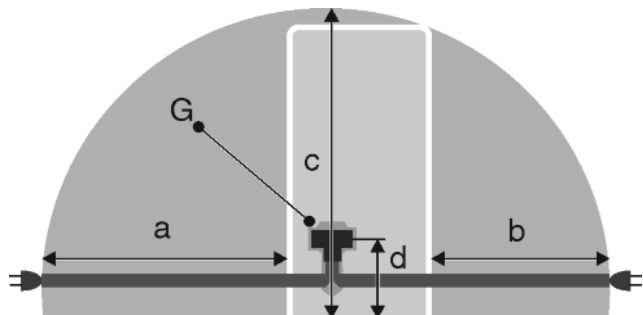

Fig. 21
- Розетка находится вне зоны задней стенки в данной зоне. *Fig. 21 (a, b, c)*
- Штекер устройства *Fig. 21 (G)* подсоединить с задней стороны устройства. Следить за правильной фиксацией.